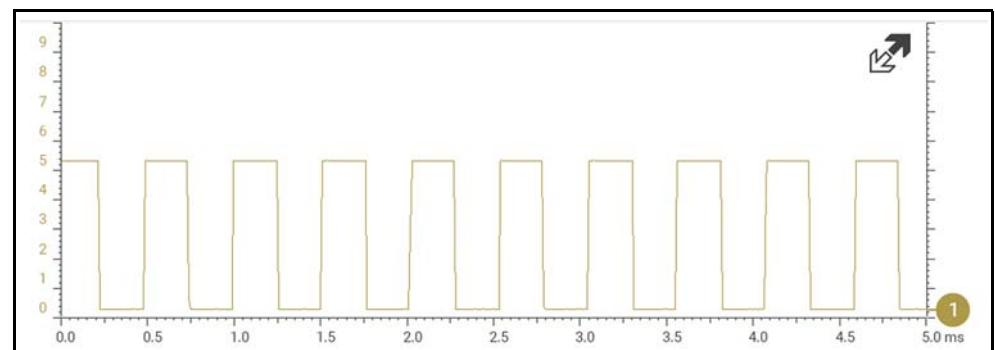

Figura 10-40
- 1 - Monitoramento/Captura da forma de onda conforme é exibida normalmente (Figura 10-40). Você pode não ver uma falha durante o monitoramento nesta configuração.